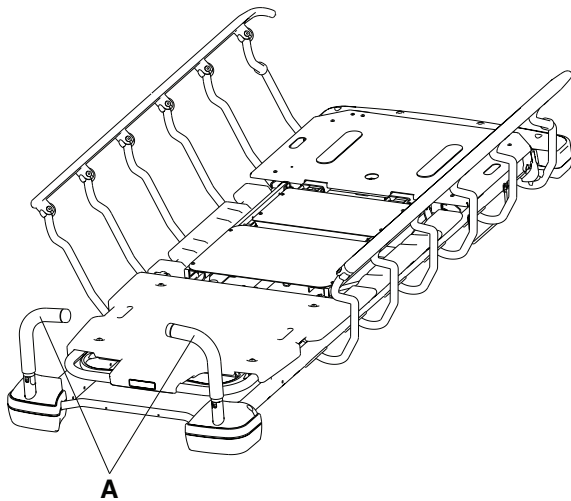

Figure 9 – Positionnement des poignées de poussée du côté tête
1. Faire pivoter les poignées (A) vers le haut du côté tête du produit (Figure 9).